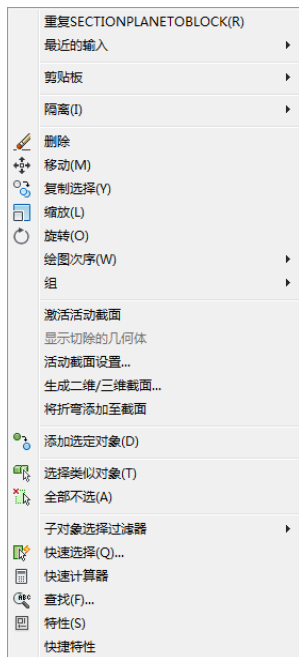

图 10-59 快捷菜单
(2) 选择实体或面域上的面可以产生与该面重合的截面对象。
(3) 快捷菜单。在截面平面编辑状态下右击，系统打开快捷菜单，如图 10-59 所示。其中几个主要选项介绍如下：